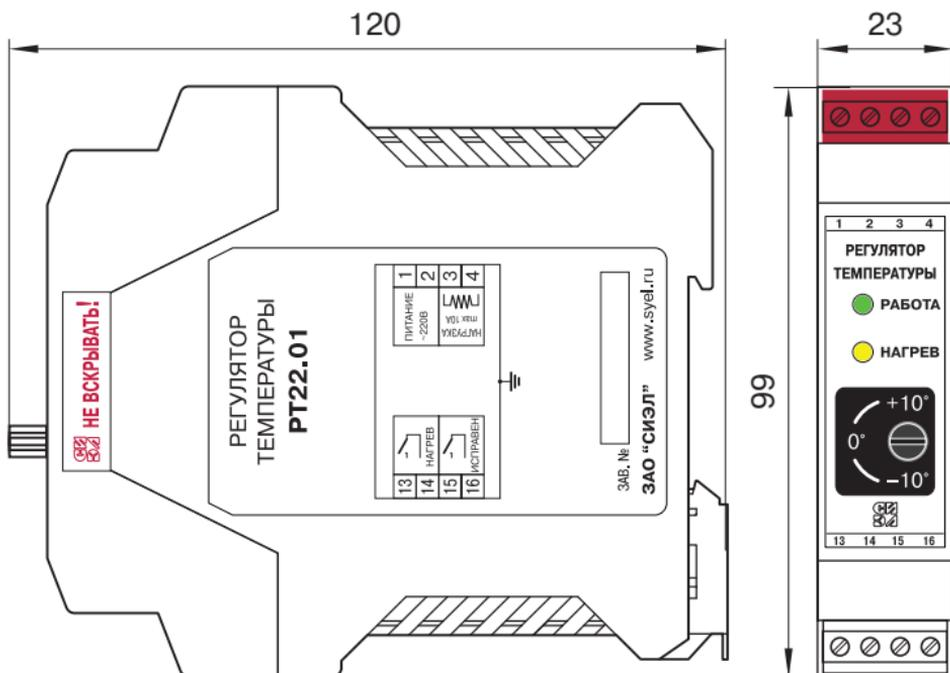

Рис. 1.
- 4.1. Конструктивно регулятор выполнен в пластмассовом корпусе, приспособленном для монтажа на DIN-рейку шириной 35 мм; чертеж общего вида с габаритными размерами представлен на рис. 1.
4.4. Питающая сеть и нагреватели подключаются к разъемному клеммному соединителю ХР1, расположенному с верхней стороны регулятора (рис. 1):